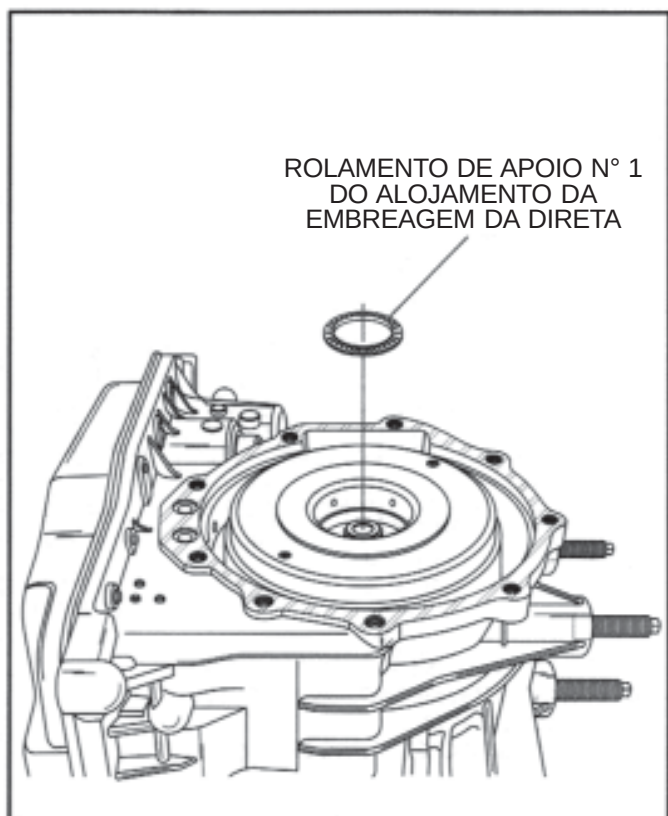

Figura 28
15. Remova o rolamento de apoio nº 1 da embreagem da direita, conforme ilustrado na Figura 28.